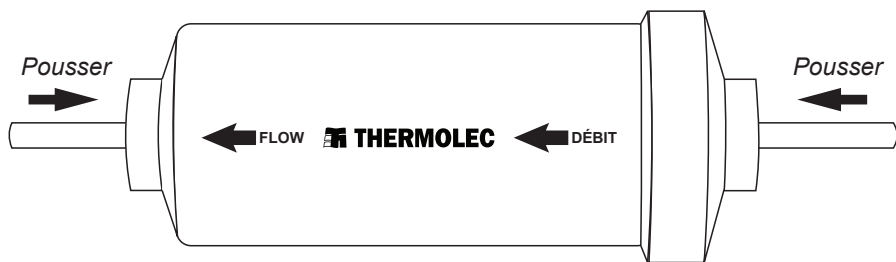

Fig. 16a
16.1 Le filtre de ligne d'eau fourni doit être installé entre la valve d'alimentation d'eau et l'atténuateur de coup de bélier. **Il est fortement recommandé de drainer la ligne d'eau pendant 30 secondes avant de connecter le filtre.** Il suffit de simplement insérer le tube (plastique ou cuivre) dans le raccord du filtre jusqu'à ce qu'il soit bien appuyé au fond. Après avoir connecté le filtre, **il est également recommandé de drainer la ligne d'eau à travers le filtre d'eau pendant 30 secondes.** Voir Fig. 16a.